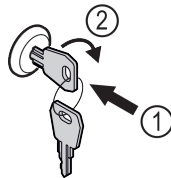

Fig. 176
- ▶ Introducir la llave. Fig. 176 (1)
- ▶ Girar la llave 90° en sentido horario. Fig. 176 (2)